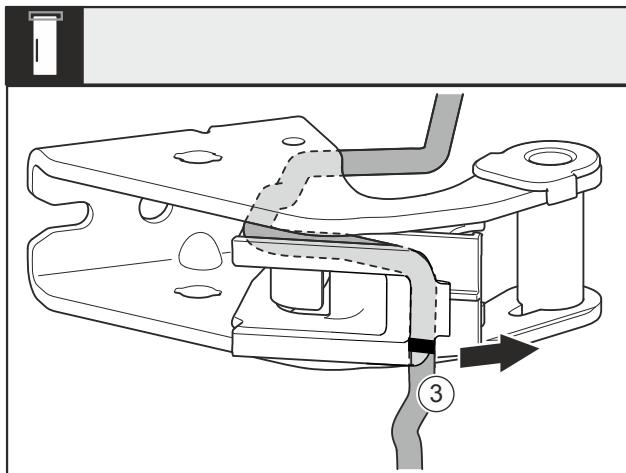

Fig. 27
- Витягніть кабель із тримачем кабелю Fig. 27 (3) з опорного кронштейну.